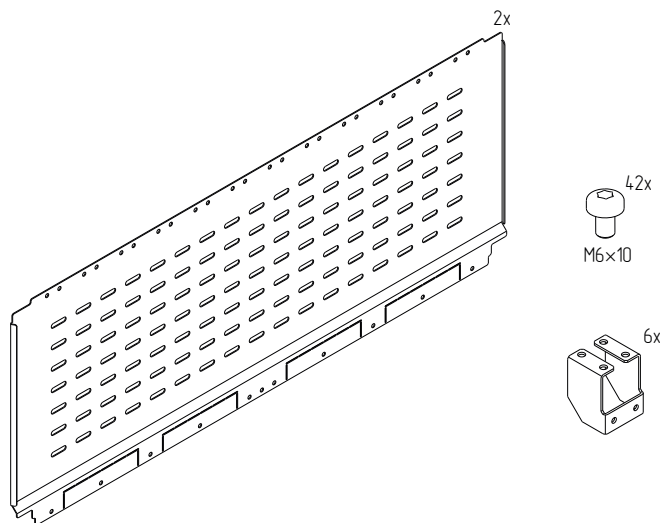

Рисунок 134
4.44.2 Проверить комплектность (рисунок 134).